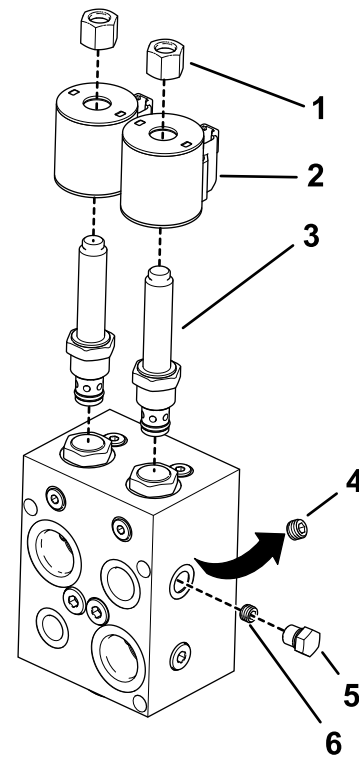

Figura 5
2. Instale los componentes indicados en el distribuidor del divisor de flujo, según se muestra en Figura 5.